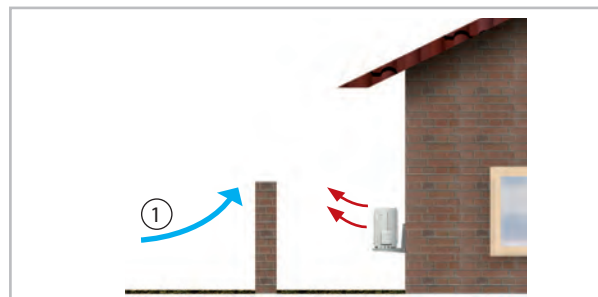
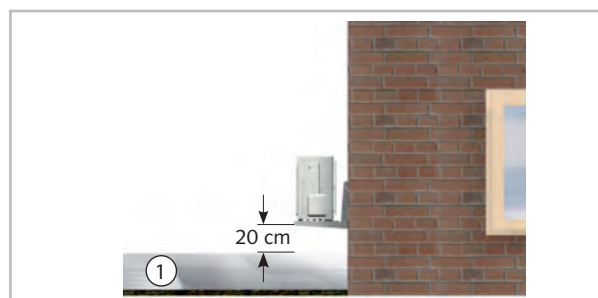

Fig. 59: Protection contre le vent
Fig. 60: Protection contre la neige
- Si vous placez le module externe à un emplacement très venté, vous devez le protéger du vent et des moyens de stabilisation supplémentaires sont recommandés. Cela peut être réalisé par exemple avec des câbles métalliques ou d'autres constructions (Voir la Fig. 59). Vérifiez les limites d'enneigement (Voir la Fig. 60).
- Veillez, lors de l'installation, à la hauteur d'enneigement attendue et prévoyez un espace d'env. 20 cm permettant, toute l'année, l'aspiration et la soufflerie de l'air extérieur (Voir la Fig. 60).